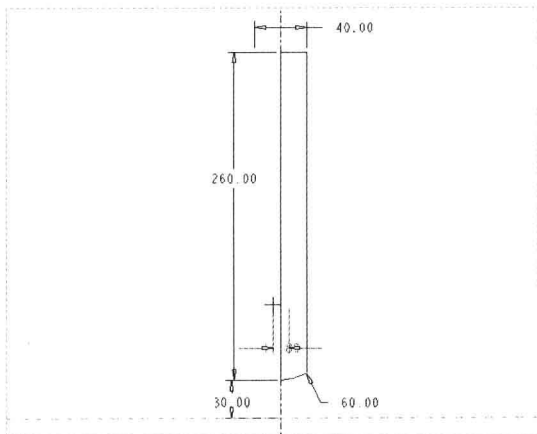

图 15-2 绘制截面 1
Step 01 按【Ctrl+N】组合键，新建零件文件，在“功能区”选项板的“模型”选项卡中，单击“形状”面板中的“旋转”按钮，弹出“旋转”选项卡，在绘图区选择 RIGHT 基准平面作为草绘平面，进入草绘环境；单击“草绘”选项卡中的相应按钮，绘制截面，如图 15-2 所示，单击“关闭”面板中的“确定”按钮，完成截面绘制并退出草绘环境。